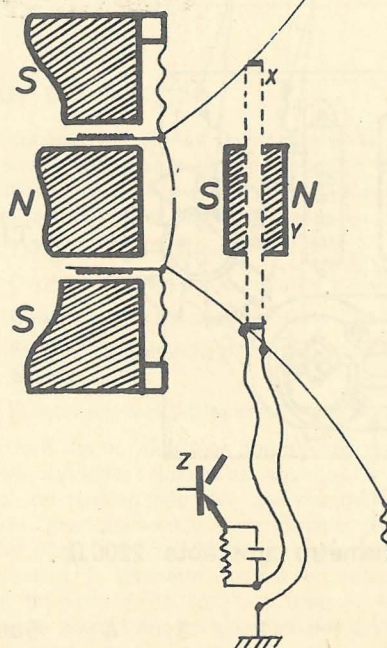

Fig 2
Reportons-nous à la figure 2 : dans la membrane d'un haut-parleur de bonne qualité (1) nous avons collé à l'araldite (au point X) une bobine d'un diamètre d'environ 80 mm — aussi légère et compacte que possible — et comportant enroulés jointifs sur une bandelette d'aluminium mince (non-entièrement fermée) une dizaine de tours de fil émaillé 0,08 mm. Les sorties de ces fils sont soudées à des conducteurs multi-brins très souples attachés à la membrane d'une façon quelconque. (Chez nous avec deux points de couture avec du fil à coudre et de la colle.) Cette bobine se présente donc à peu près comme une seconde bobine mobile. Celle-ci va nous servir d'élément de rétrocouplage magnéto-mécanique : placée à l'endroit choisi, elle va être le siège de courants induits qui seront à l'image des différents défauts que nous avons nommés. Elle travaillera sensiblement de la même façon que les rétrocouplages électroniques que nous connaissons bien.